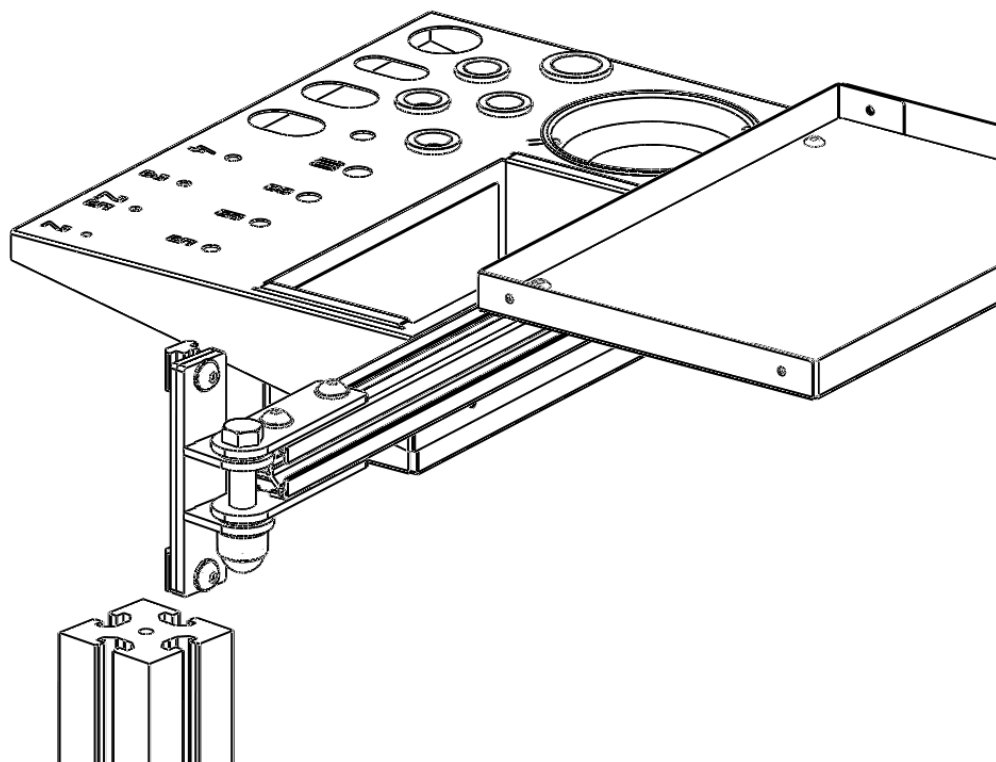

Abbildung 1
2. Entfernen Sie die Kunststoffabdeckung vom Add-On-Arm (Abbildung 1). Verwenden Sie ein Kunststoffwerkzeug, um das Aluminium zu schützen.